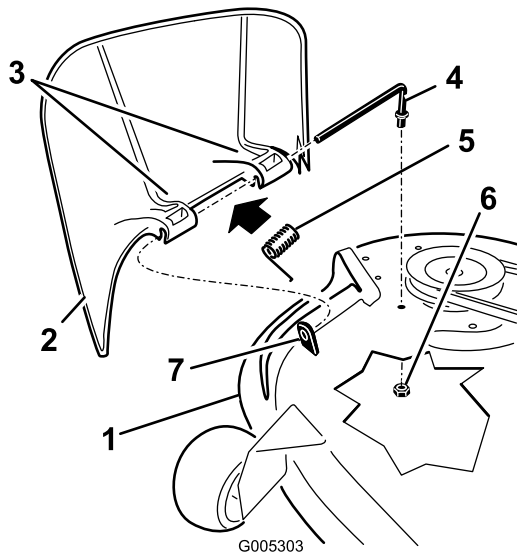

Figura 53
- Localice los elementos mostrados en la Figura 53.
2. Retire la tuerca (3/8 pulg.) de la varilla (debajo del cortacésped) (Figura 53).
3. Retire la varilla del espaciador corto, del muelle y del deflector de hierba (Figura 53). Retire el deflector de hierba dañado o desgastado.
4. Vuelva a colocar el deflector de hierba (Figura 53).
6. Coloque el muelle sobre la varilla, con los extremos de los alambres hacia abajo, y entre los soportes del deflector de hierba. Deslice la varilla por el segundo soporte del deflector de hierba (Figura 53).
7. Introduzca la varilla, en la parte delantera del deflector de hierba, por el espaciador corto de la plataforma. Fije el extremo trasero de la varilla en el cortacésped con una tuerca (3/8 pulg.) (Figura 53).